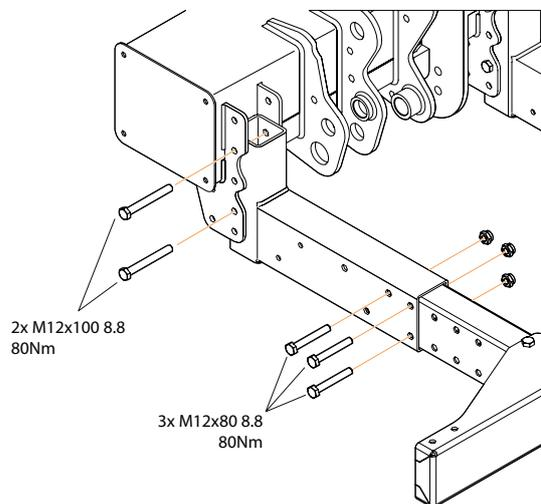

Figure 51. Pose de la protection anti-encastrement
1. Montez la partie intérieure du support correspondant (quatre hauteurs possibles). Choisissez une hauteur pour obtenir une position conforme aux exigences réglementaires, voir section "3.2 Mesures réglementaires" à la page 9. Utilisez le boulon M12x100 correspondant. Ne serrez pas les boulons, voir Figure 51.
Utilisez le boulon M12x80 correspondant. Ne serrez pas les boulons. Voir Figure 51.